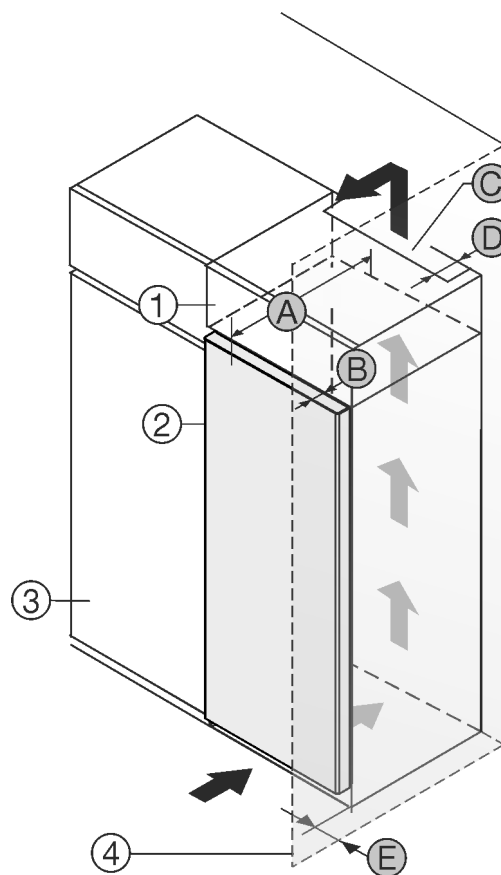

Fig. 1
- (1) Nastavná skříňka *
- (2) Příklad *
- (3) Kuchyňská skříň *
- (4) Stěna *
- (5) Hloubka dvířek *
- (6) Ventilační průřez *
- (7) Vzdálenost zadní strany přístroje *
- (8) Vzdálenost k zadní straně přístroje *
Můžete přístroj nainstalovat přímo vedle kuchyňské skříňky Fig. 1 (3)*.
Na zadní straně nastavné skříňky musí být větrací šachta hluboká Fig. 1 (6) přes celou šířku nastavné skříňky.*
Pod stropem místnosti musí být dodržen ventilační průřez Fig. 1 (6)*.
Když přístroj instalujete závěsy vedle stěny Fig. 1 (4), musí být vzdálenost mezi přístrojem a stěnou minimálně 13 mm.*
Aby bylo možné dvířka plně otevřít, musí přístroj přesahovat o hloubku dvířek Fig. 1 (5) vůči přední linii kuchyňské skříňky. V závislosti na hloubce kuchyňských skříňek Fig. 1 (3) a použití vymezených odstupů od stěny může přístroj vyčnívat dále.*